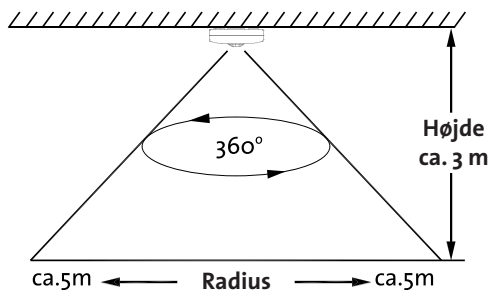

Fig. 1
2. Det ideelle er at montere detektoren 3 meter over det gulv, som skal afsøges (se Fig. 1).